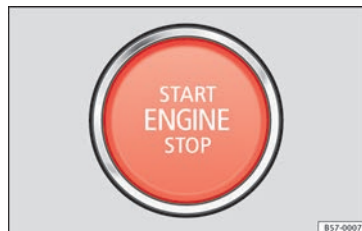

Abb. 187 Im unteren Bereich der Mittelkonsole: Starterknopf.
3.	Starterknopf drücken » Abb. 187 ohne Gas zu geben. Damit der Motor angelassen werden kann, muss sich ein gültiger Schlüssel im Fahrzeug befinden. Nach dem Anlassen des Motors wechselt die Beleuchtung der Taste START ENGINE STOP in den Dauerzustand und zeigt so an, dass der Motor angelassen ist.
5.	Starterknopf kurz drücken » Abb. 187 . Der Starterknopf START ENGINE STOP blinkt erneut. Wenn der Motor nicht ausgeht, führen Sie eine Notabschaltung durch » Seite 181.